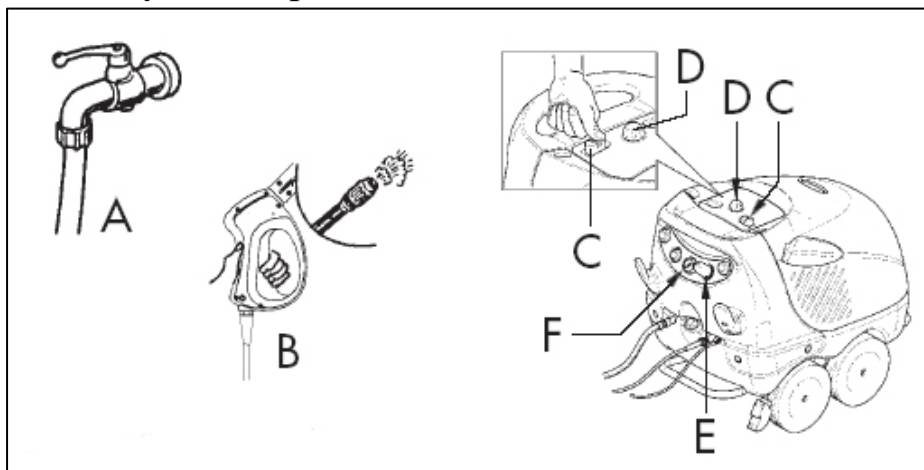

Рис.4
Для запуска аппарата в рабочий режим выполните следующие действия (Рис.4):
1. Отвинтите пластиковый бачок пенообразующей насадки (Рис.4, Поз.1).
10. Подсоедините насадку с форсункой (Рис.4, Поз.2) к пистолету, зафиксировав в замке быстроразъемного соединения, предварительно потянув его на себя.